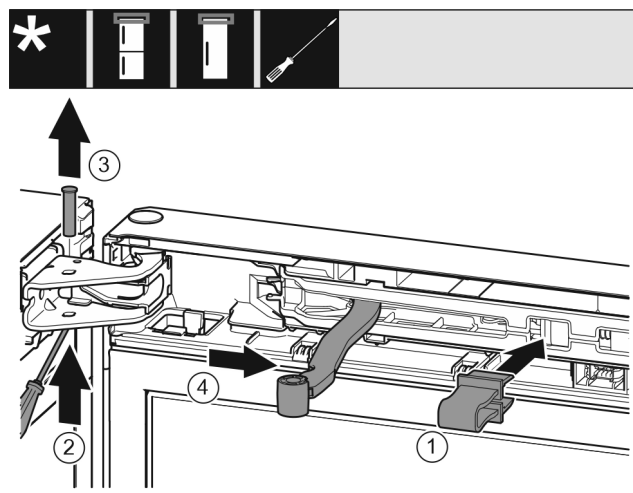

Fig. 9
- Lad sikringen klikke på plads i åbningen. Fig. 9 (1)
- Skub bolten ud med en skruetrækker. Fig. 9 (2)
- Tag bolten opad og ud. Fig. 9 (3)
- Drej leddet mod døren. Fig. 9 (4)